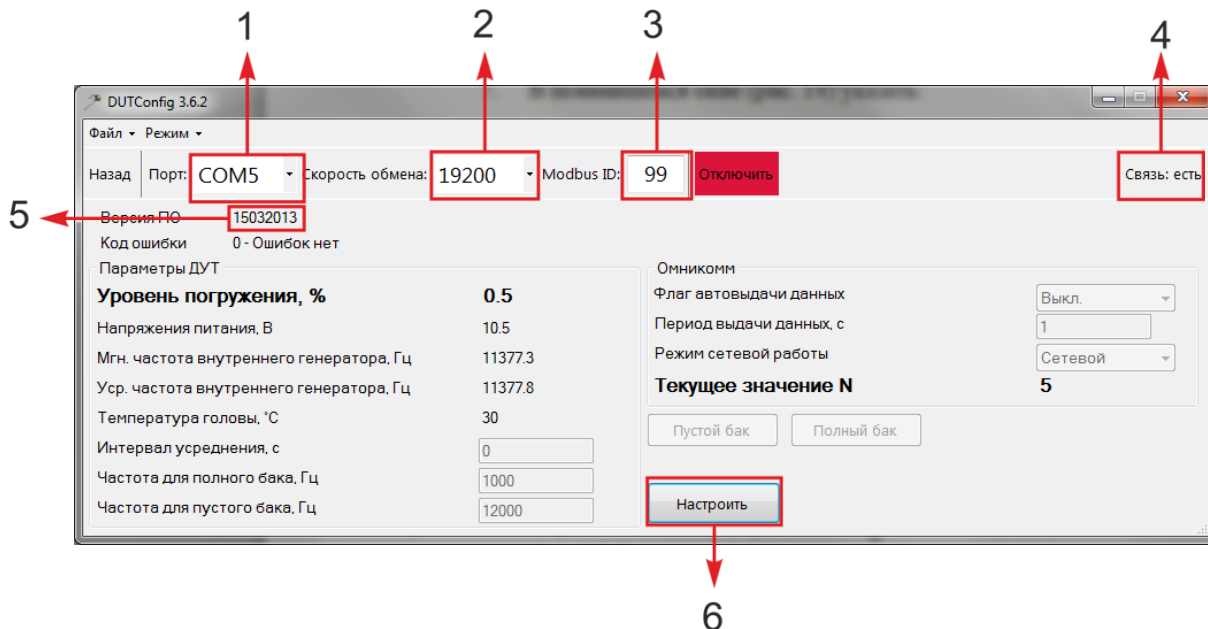

Рисунок 23 – Подключение ETS.RS
- Порт подключения (рис. 23,1), его номер можно посмотреть в диспетчере устройств Windows, где он назначен драйверу УСА;
- Скорость обмена (стандартная скорость работы с датчиком – 19200) (рис. 23,2);
6. Нажать кнопку [Подключить], убедиться, что связь с датчиком установлена (рис. 23,4). При успешном подключении в главном окне программы появится версия ПО (рис. 23,5) и ID датчика (рис. 23,3).
2. Нажать кнопку [Настроить] (рис. 23,6);
1. Нажать кнопку [Настроить] (рис. 23,6).